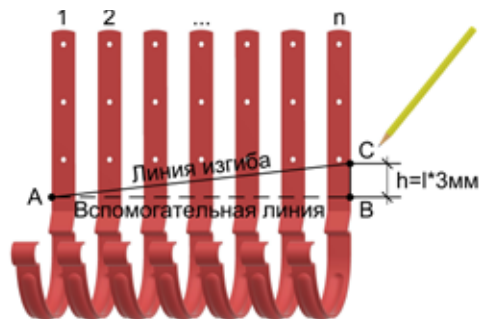

Рис. 4 Разметка кронштейнов для последующего изгиба.
4.1.2 Затем следует уложить и выровнять пронумерованные кронштейны. От предварительно найденной точки А необходимо провести перпендикуляр и получить точку В (вспомогательная линия АВ на рис. 4). Далее от точки В следует отложить величину равную расстоянию на карнизном свесе между первым и последним кронштейном в метрах * 3 мм. То есть, если расстояние между кронштейнами 5 м, то 5*3=15 мм. Таким образом получается точка С. Затем необходимо соединить точки А и С. Полученный отрезок и есть линия изгиба.